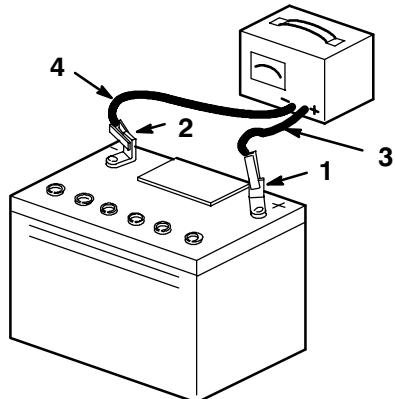

Figure 5
5. Chargez la batterie pendant 10 à 15 minutes entre 25 et 30 A, ou pendant 30 minutes entre 4 et 6 A (Fig. 5). Ne surchargez pas la batterie.
6. Quand la batterie est chargée au maximum, débranchez le chargeur de la prise, puis débranchez les fils du chargeur des bornes de la batterie (Fig. 5).